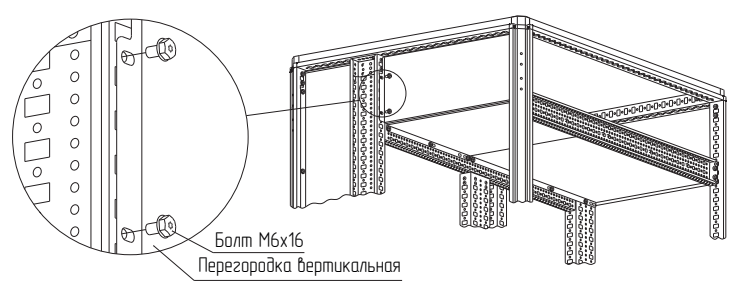

Рисунок 60
4.32.2 Закрепите перегородку к стойкам болтами М6х16 (рисунок 60). Момент затяжки – 7 Н·м. Болты в комплект не входят.